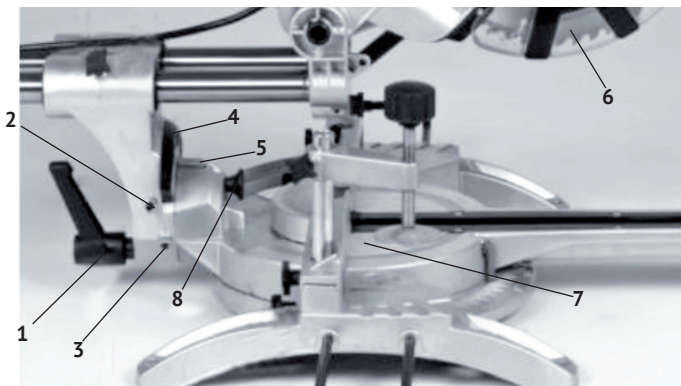

рис.7
## 2.7 Установка угла наклона режущего блока (рис.7)
- режущий блок имеет возможность установки заданного угла наклона относительно вертикальной оси, как влево в положении от 0 до 45°, так и вправо от 0 до 45°. Для поворота вправо необходимо освободить (вытянуть на себя) кнопку стопора (рис.7 поз.8);
- для установки угла наклона необходимо: ослабить стопорный винт (рис.7 поз.1), установить необходимый угол распила по шкале (рис.7 поз.4), поворачивая режущий блок за рукоятку пилы, и надёжно зафиксировать стопорный винт.
- установить рабочий стол (рис.7 поз.7) в нулевое положение;
- ослабить контргайку винта (рис.7 поз.2);
- установить транспортир (электронный угломер), измеряющий угол между плоскостью рабочего стола (рис.7 поз.7) и пильного диска (рис.7 поз.6);
- шестигранным ключом из комплекта поворачивать винт (рис.7 поз.2) до точной установки угла  $90^\circ$  между диском и рабочим столом;
После установки точного положения угла, проверить положение стрелки-указателя (рис.7 поз.5) на шкале (рис.7 поз.4). При несовпадении с нулевым положением, ослабив винт крепления стрелки, откорректировать её положение и зафиксировать винтом.
- ослабить контргайку винта (рис.7 поз.3);
- шестигранным ключом из комплекта поворачивать винт (рис.7 поз.3) до точной установки угла  $45^\circ$  (влево) между диском и рабочим столом;